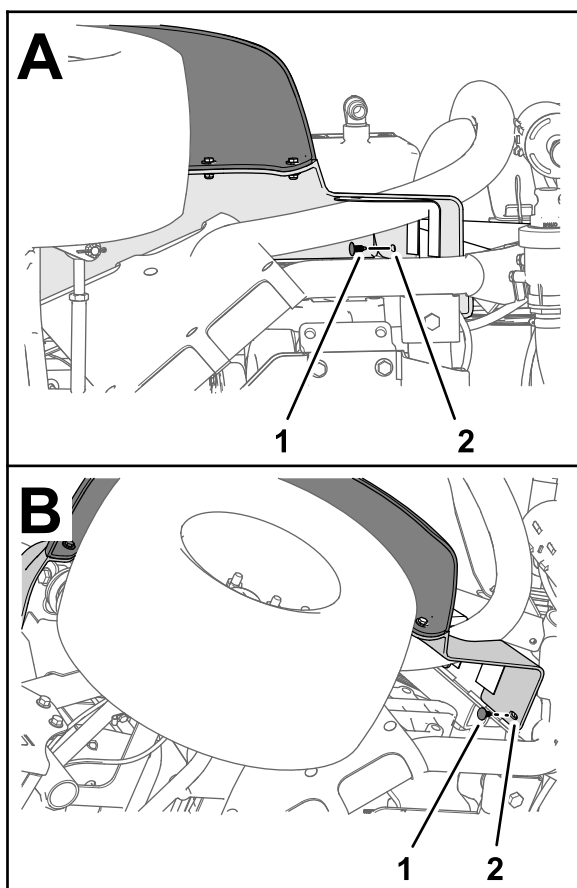

Рисунок 217
5. Прикрепите крыло к швеллеру рамы с помощью двух вставных держателей (Рисунок 217).